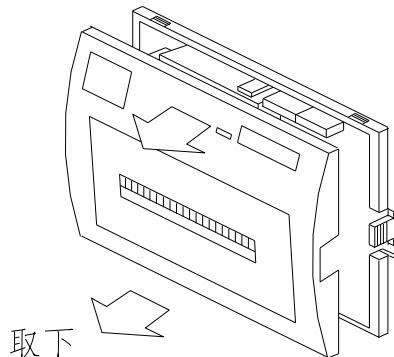

图 9-1
- 如图 9-1 所示，从前面板轻掰打印机前面盖板上侧，取下打印机前盖板。